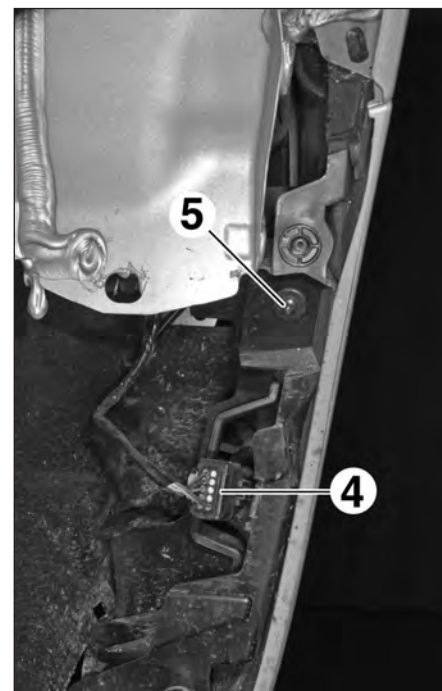

FIG.171
- Débrancher le connecteur (4) du côté gauche (Fig.171).